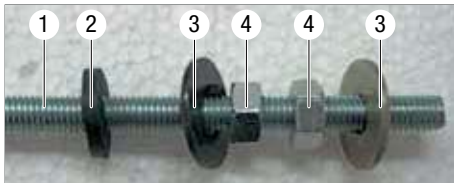

Bild 13
Jeden Stehbolzen M8 (1) von oben nach unten mit diesen Montageteilen bestücken (Bild 13):
- 1 Gummi-Unterlegscheibe (2)
- 2 Unterlegscheiben (3)
- 2 Sechskantmutter M8 (4)